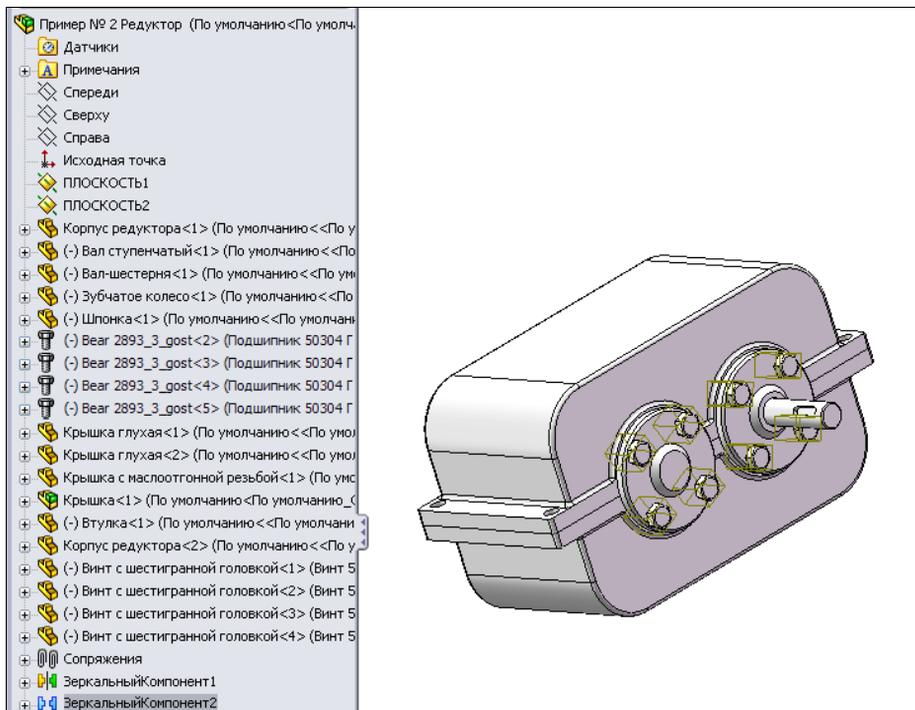

Рис. 6.58
36. Нажмем кнопку **ОК**  и в результате получим новых восемь винтов, закрепляющих крышки с противоположной стороны редуктора, а в Дереве Конструирования появится новая строка **ЗеркальныйКомпонент2** (рис. 6.58).